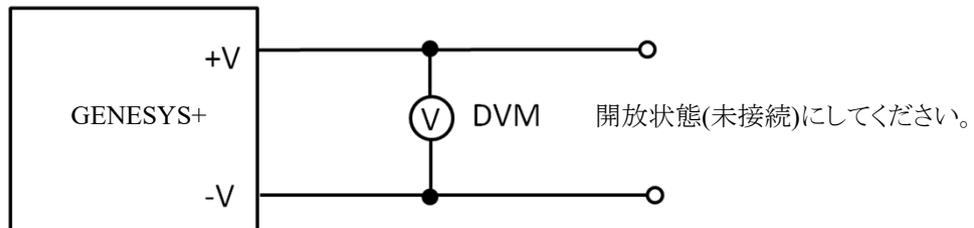

図4-49 DVMの接続図 (CV動作確認の場合)
2. 図4-49のように出力端子にDVM(電圧計)を接続してください。